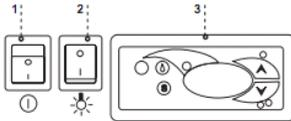

Abb.7 Steuerungspaneel
9. Nachtblenden einbauen Abb.7/1;2
- Hauptschalter-Taste drücken Abb.7/1, dadurch wird das Einschalten des Thermostats und Aggregats gelöst
- Auf der Temperaturregelung Abb.7/3 die Temperatur einstellen
- Beleuchtungs-Taste drücken Abb.7/2